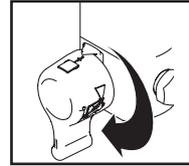

Fig. 15
8. Collegare il cavo di alimentazione a una presa di corrente con messa a terra. (Fig. 15)